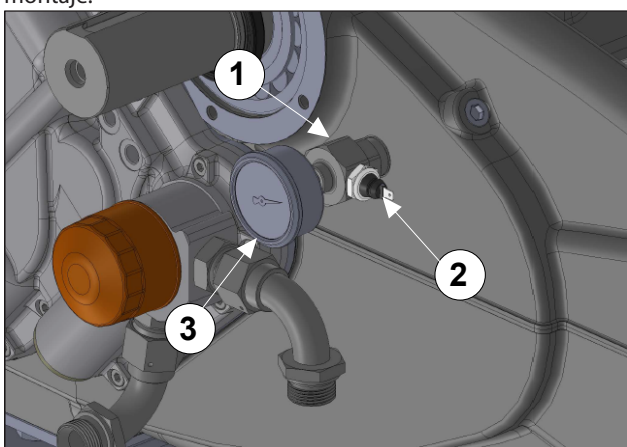

Fig. 133
Utilizar el sellador de racores LOX-EAL 53-14 o un producto similar para humedecer el empalme (pos. ①), el presostato (pos. ②) y el manómetro (pos. ③) Fig. 133, y efectuar el montaje.